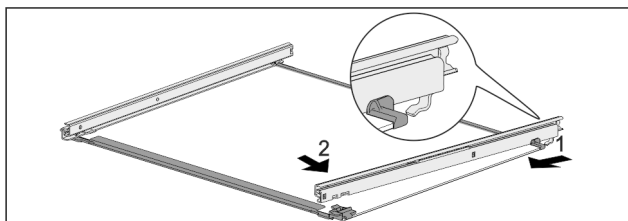

Fig. 121 Płyta szklana z szynami
- ▶ Zaczepić szynę z tyłu. Fig. 121 (1)
- ▶ Zazębnić szynę z przodu. Fig. 121 (2)